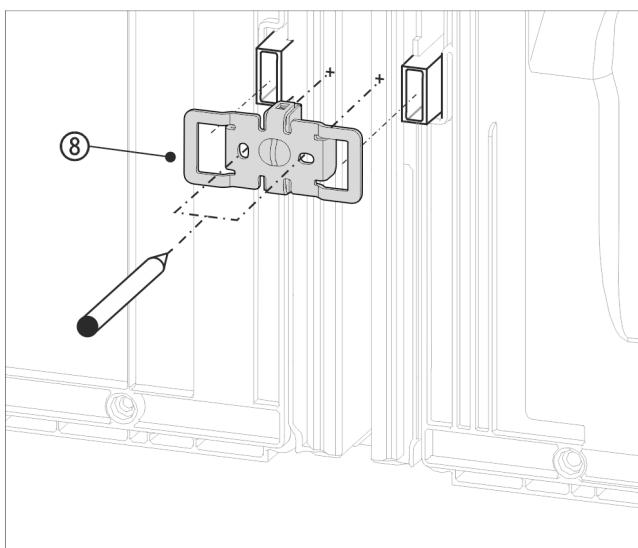

Fig. 16 Atvaizdo pavyzdys
- ▶ Įstumkite kampuočių Fig. 16 (8) su angomis virš atstumo iki sienos nustatančios detalės laikiklio.